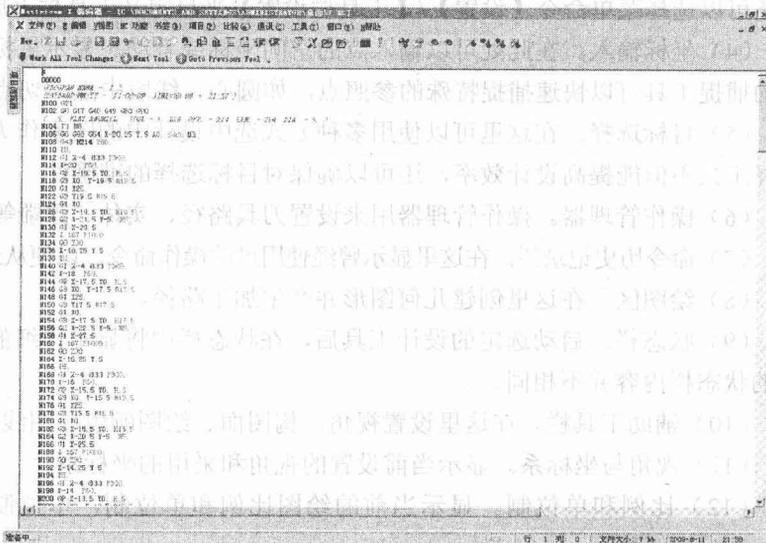

图 1-31 NC 程序
(2) 随后弹出【另存为】对话框，设置文件名后，保存如图 1-31 所示的 NC 程序。